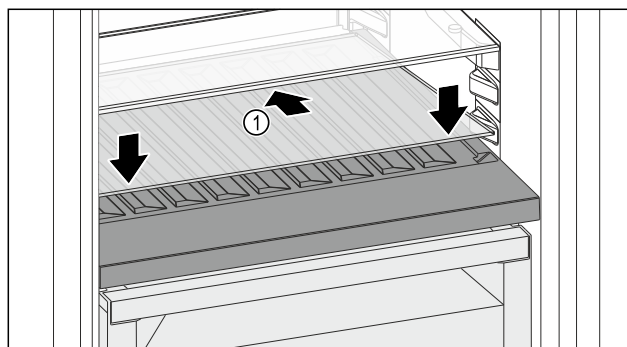

Fig. 144
- Glasplaat Fig. 144 (1) schuin naar achteren en naar beneden plaatsen.
- Glasplaat Fig. 144 (1) aan de voorzijde laten zakken.